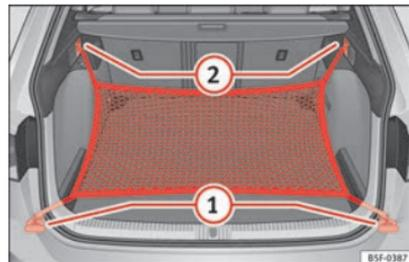

Abb. 178 Im Gepäckraum: Ösen ① und Haken ② zum Einhängen des Gepäckraumnetzes (Modell LEON ST).
- Hängen Sie die kurzen Haken des Netzes in die Verzurrösen »» **Abb. 178** ① »» ⚠ ein. Der Reißverschluss des Gepäckraumnetzes muss dabei nach oben zeigen.
- Befestigen Sie die Spanngurte in den Taschenhaken ②.